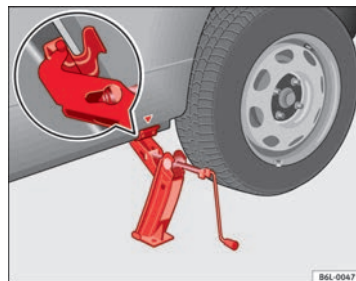

Fig. 150 Posizionamento del cric
- Applicare il cric in modo che la staffa faccia presa in corrispondenza della nervatura del montante inferiore e che la base mobile appoggi bene a terra ⇒ **fig. 150**.